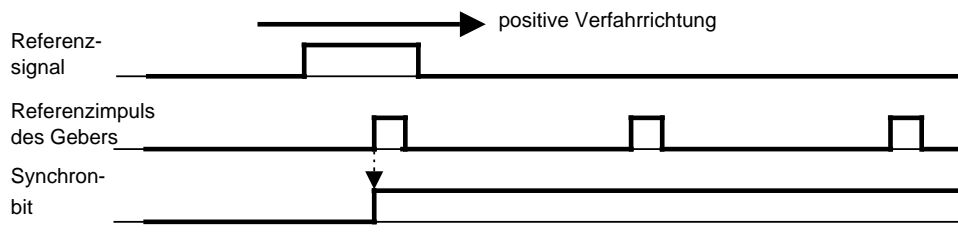
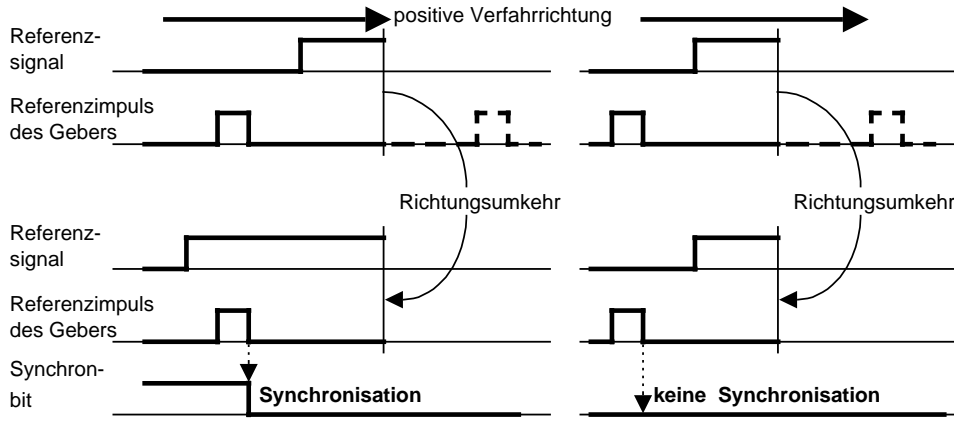

Bild 16.18 Lage des Referenzpunkts (Synchronbit 0 → 1) im Bereich des Referenzsignals
Bild 16.20a **Synchronisation** (Synchronbit 0 -->1) 16.20b **keine Synchronisation**
- Der erste von der Baugruppe erkannte Referenzimpuls nach der steigenden Flanke des Referenzsignals führt zur Synchronisation (--> Bild 16.18, Bild 16.20a).